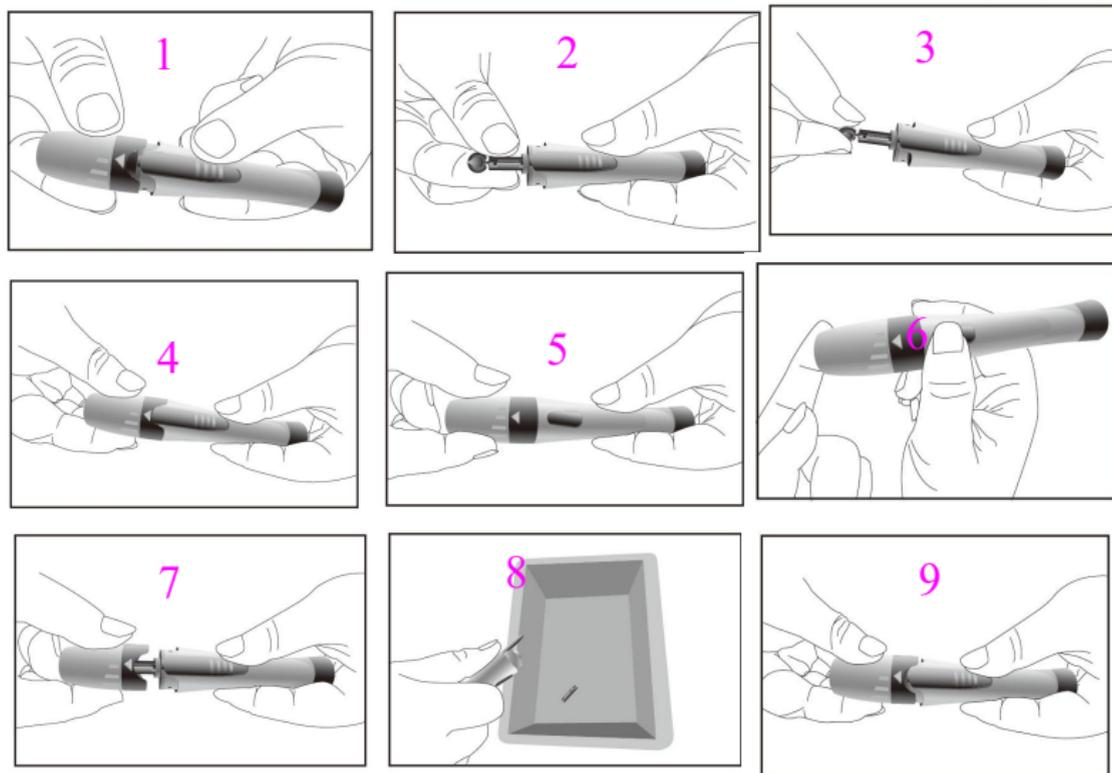

Figure 4.7B
- Se référer à la figure 4.7B.
2. Voir la figure 4.7B ci-dessous, installez la lancette dans le dispositif de piqûre pour obtenir l'échantillon de sang.